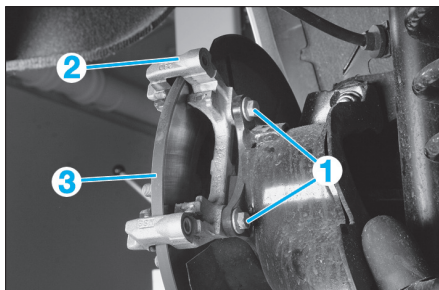

FIG. 13
- les vis du support de l'étrier (1) (Fig.13).